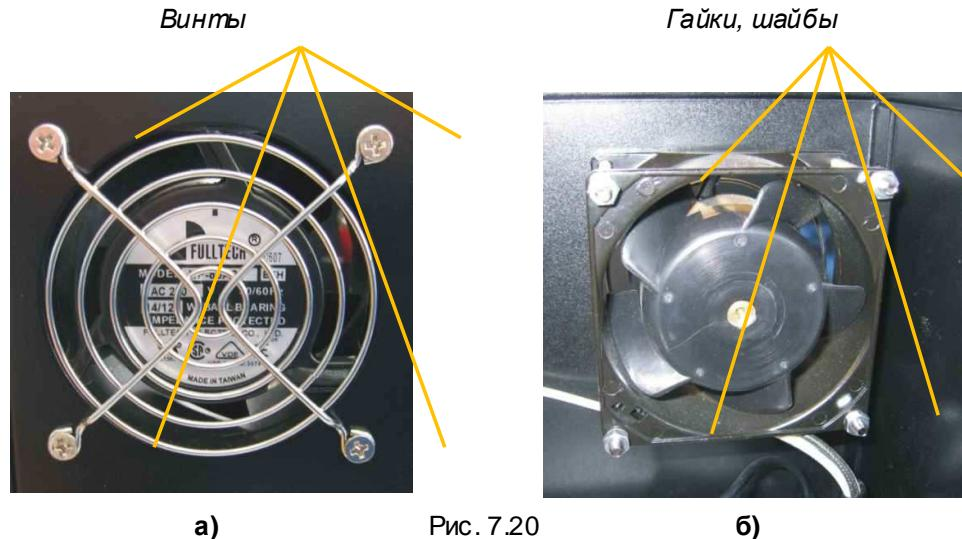

Рис. 7.20
6. закрепить вентилятор вместе с решеткой на корпусе четырьмя винтами с гайками и шайбами (рис. 7.20).